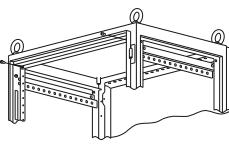

Рисунок 9
4.7.3 Вставьте заглушку рамы под панели ЛГ/ЛМА между двух уголков вертикальных и закрепите на них винтами M4×8 (рисунок 9).